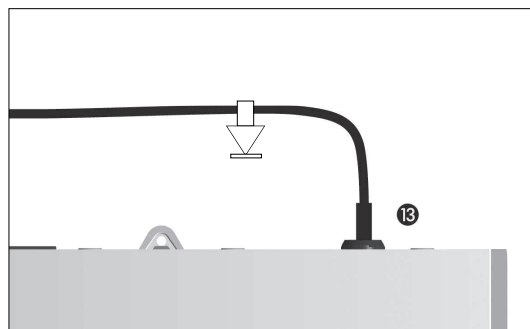

fig. 2
D. Conecte el cable del pedal a la salida prevista de la parte posterior, orientando la toma y la clavija con la ranura de posicionado de la toma **fig. 2**.